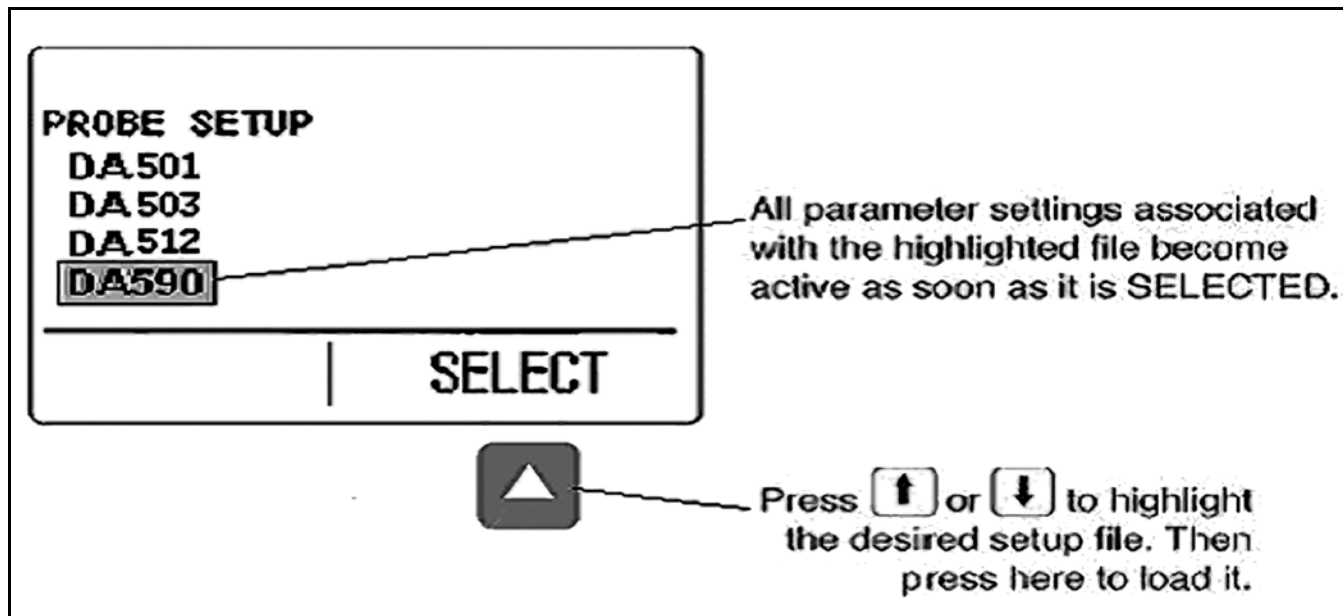

图 4: 探头设置显示模式
- **探头设置显示模式** - 可让用户选择标准的预加载仪器设置，每个模式均与特定的探头型号相匹配（请参阅第 11 页的图 4）。